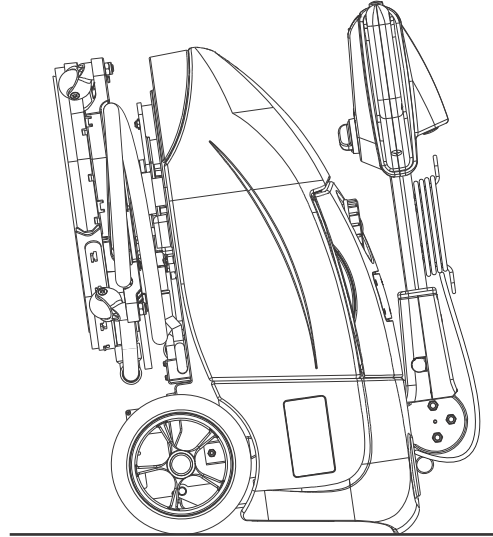

Abbildung 4
2. Abdeckung (4) öffnen und Batteriestecker (7) trennen.
4. Um die Bürste und die Sauglippengummis besser zu schützen, Schubbügel (1) nach vorne stellen und Gerät wie auf Abbildung 4 abstellen.